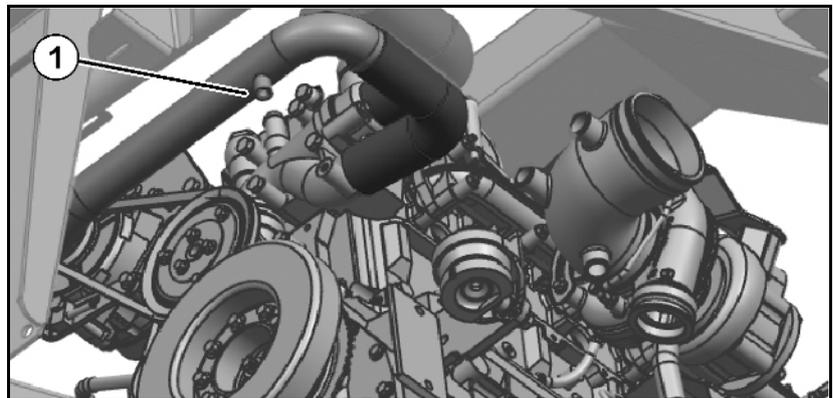

Fig. 170
1. Trykk strammerullen (Fig. 170/1) med en stikknøkkel (Fig. 170/3) i pilens retning til det kan fikseres en holdestift $\varnothing 6\text{mm}$ (Fig. 170/4) i monteringshullet.
Kileribbereimen (Fig. 170/2) er nå spenningsfri.
2. Trekk kileribbereimen (Fig. 170/2) først av den minste rullen hhv. av strammerullen.
4. Legg på ny kileribbereim (Fig. 170/2).
6. Stram kileribbereimen på nytt med strammerull og stikknøkkel (Fig. 170/3). Kontroller, at kileribbereimen ligger an riktig i føringen.